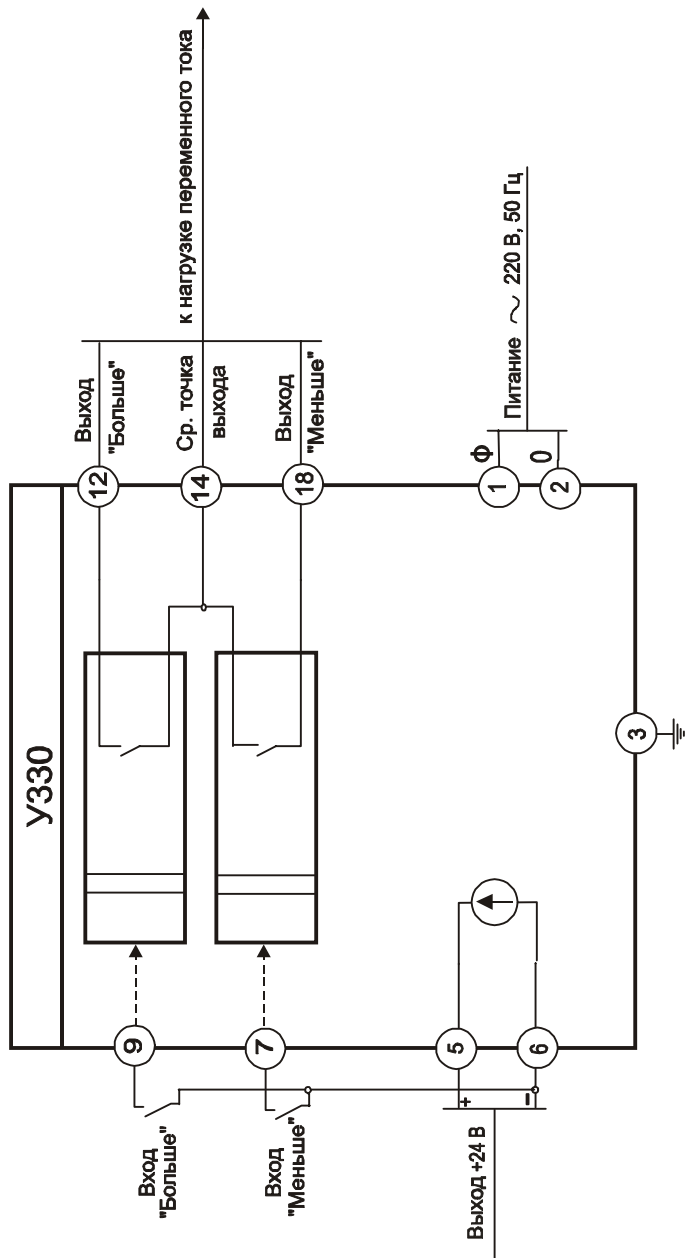
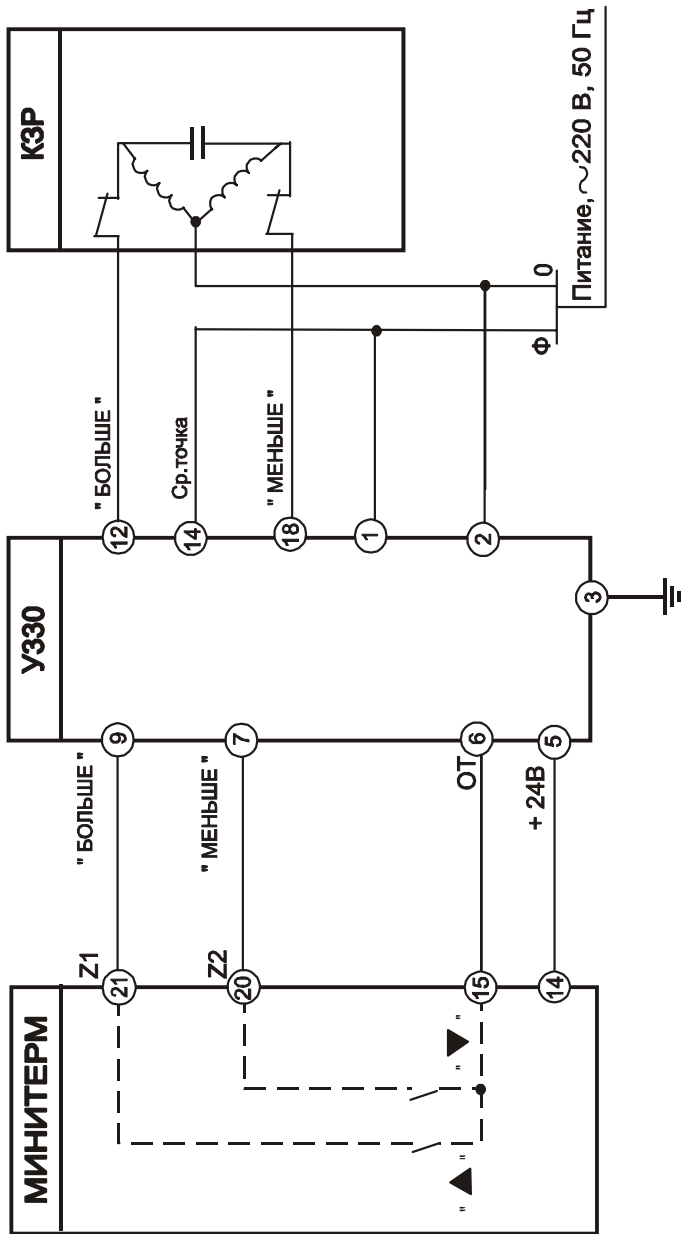

Рис. 2
Рис.3
Схема подключения усилителя приведена на рис. 2. На рис. 3 приведен пример использования усилителя с электрическим исполнительным механизмом и регулятором МИНИТЕРМ 300 (400).